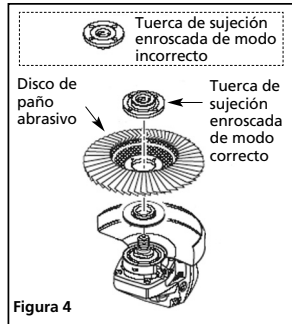

Figura 4
- Para instalar el disco de paño abrasivo: enrosque la tuerca de sujeción en el vástago con el lado plano de la tuerca hacia abajo. Ajuste con la mano (vea la figura 4).